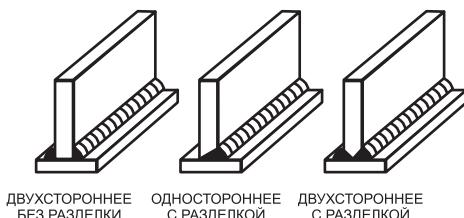

Рис. 13 Виды тавровых соединений
**Тавровое соединение** представляет собой два листа, когда между ними образуется соединение в виде буквы «Т» (см. Рис. 13). Как и в случае со стыковыми соединениями, в зависимости от толщины металла выполняется сварка с одной или с обеих сторон, с разделкой или без. Основные типы таврового сварного соединения представлены на рисунке.